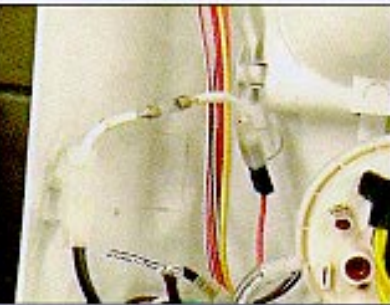

Fig.2
- 1.3 Conecte a Extensão Fusível em série com o Cordão de Entrada e o Chicote de Fios (Fig.2);